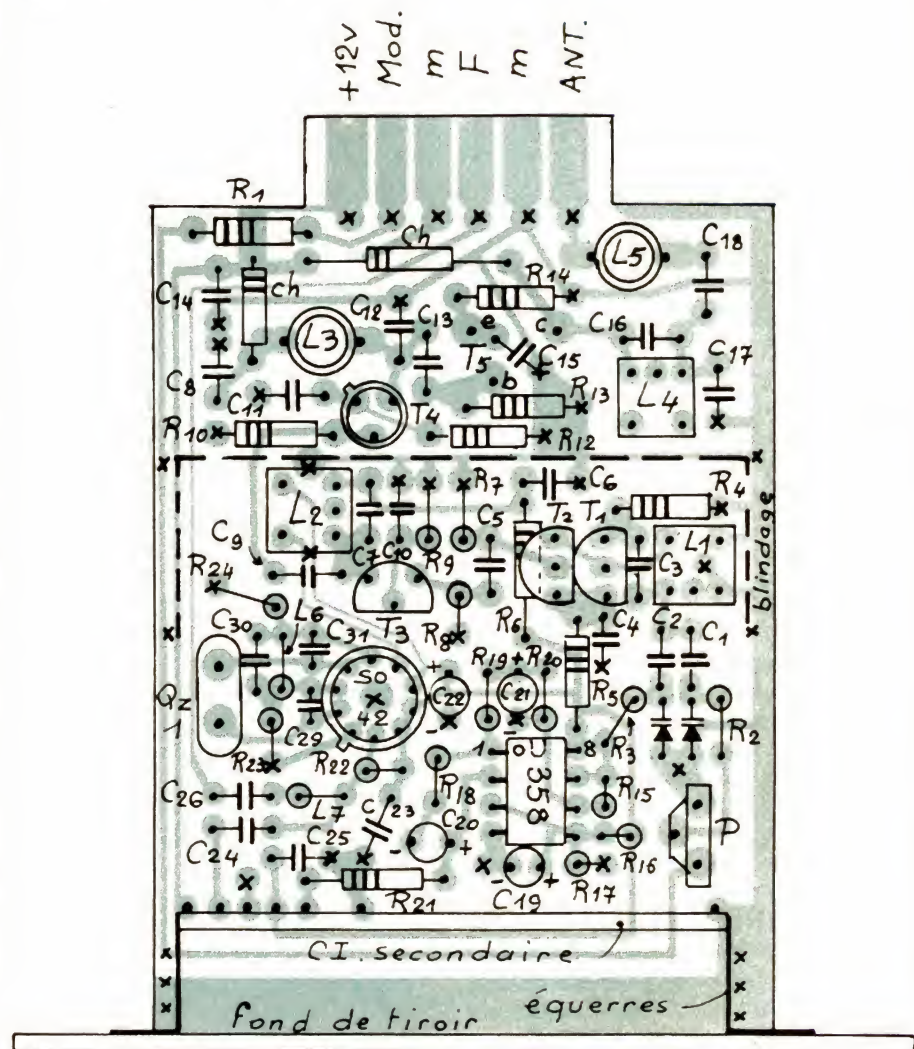

Fig. 6. - Pose des composants ( $T_5$  non représenté).
**N.B. :** Les composants associés au 2N3866 sont placés sous ce transistor. Il faudra donc veiller à les plaquer le plus possible. Garder 1 mm entre résistances et plan de masse. Le transistor en question n'a pas été dessiné sur la figure 6 pour plus de clarté.